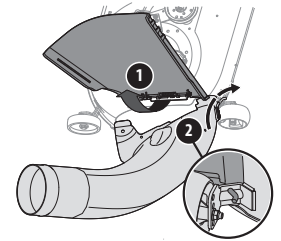

Figure 16
2. Relevez le déflecteur d'éjection et tenez-le (1), puis installez le coude de la goulotte en insérant la tige de montage dans le trou approprié du support de roue ou de la patte de montage de la goulotte (2). Voir Figure 16.